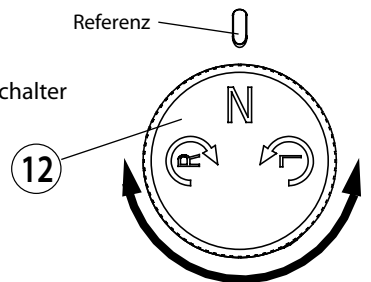

BILD 4
3.4) Einstellung der Drehrichtung (Siehe Bild 4)